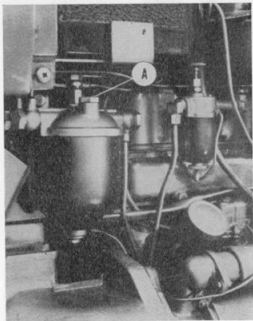

Fig. 28.
2. Lossa luftskraven A (fig. 28) på bränslefiltret och pumpa med handpumpen tills luftfritt bränsle rinner ut. Drag till luftskraven.